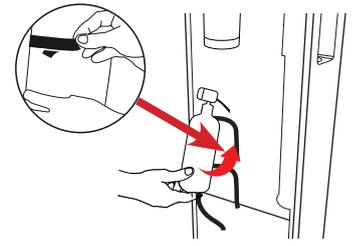

Fig. 7-14
27.33 – Inserire la bombola del gas CO₂ con il riduttore montato e regolato come descritto al punto precedente nel vano interno dell'apparecchio, e stringere le fasce in velcro attorno al corpo della bombola, vedi Fig. 7-14.